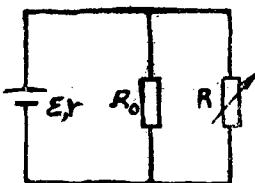

图3—1
3. 如图3—1电源的电动势 ε ，内电阻为 r ，固定电阻 R_0 和可调电阻R并联，已知 $R_0 > r$ ，问可调电阻R为何值时电源输出功率最大？可调电阻R为何值时， R_0 消耗的电功率最大？